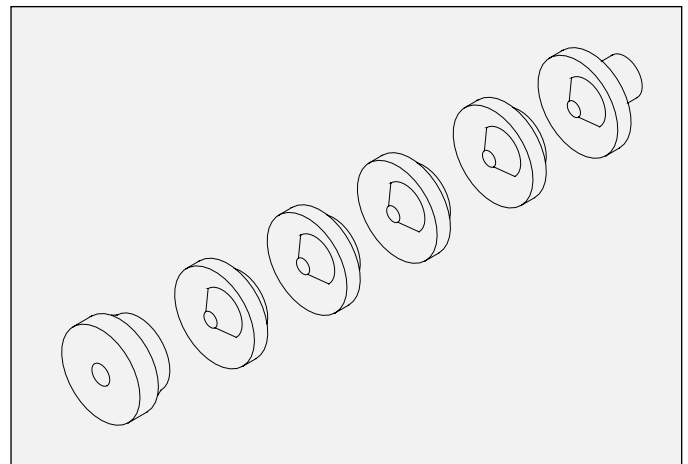

Figure 15 : Ensemble joint à chevrons
5. Dévisser l'aiguille/électrode de la tige et glisser l'adaptateur à chevrons mâle, les joints à chevrons et l'adaptateur à chevrons femelle pour les dégager de l'arbre (voir Figure 15).
(Se reporter aux Figures 15, 16, 17, 18 et 19)